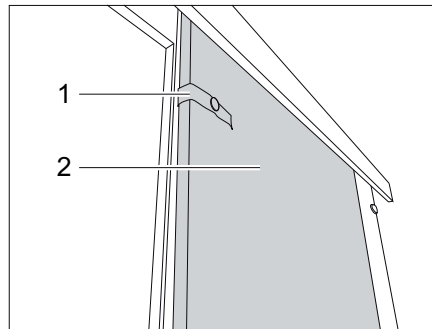

Bild 76 Schiebetür
- Das mit Sicherungsband (Bild 76,1) lösen.
- Schiebetür (Bild 76,2) in Schließstellung ziehen.
- Schiebetür (Bild 76,2) in die Öffnungsposition führen.
- Schiebetür mit dem Sicherungsband (Bild 76,1) befestigen.